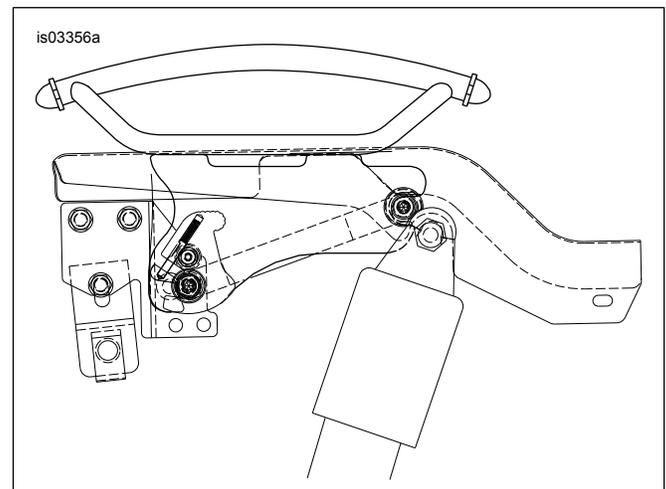
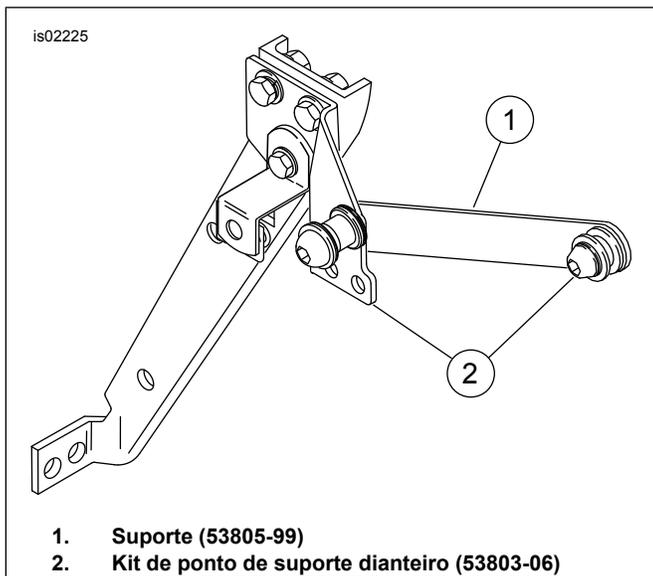

Figura 1. Bagageiro H-D Detachables individual
Figura 2. Kit de ponto de suporte dianteiro e suporte
1. Veja Figura 1 e Figura 2. Posicione corretamente o ponto de suporte dianteiro e o traseiro. Instale o suporte (1) em cada lado como mostrado.